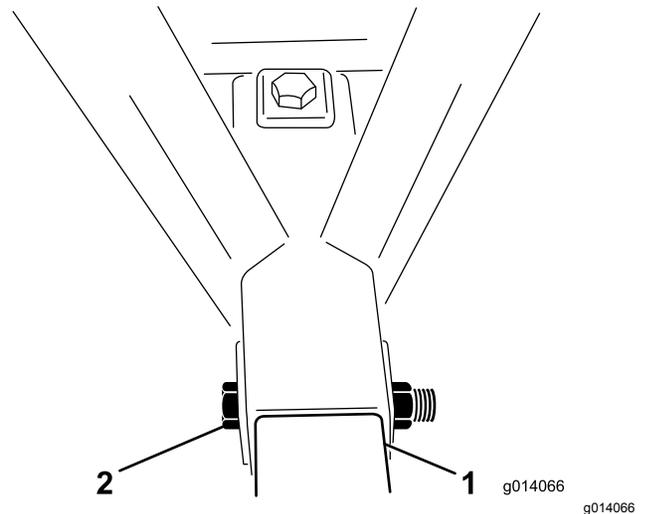

Figura 4
5. Introduzca un perno (1" x 6½") a través del bastidor y de la barra del enganche y ajústelo con una contratuera (Figura 4). Apriete la contratuera a 976-1.193 N·m.
6. Introduzca un perno (1" x 6½") a través de la parte superior del bastidor y de la parte inferior de la barra del enganche y ajústelo con una contratuera (Figura 4). Apriete la contratuera a 976-1.193 N·m.